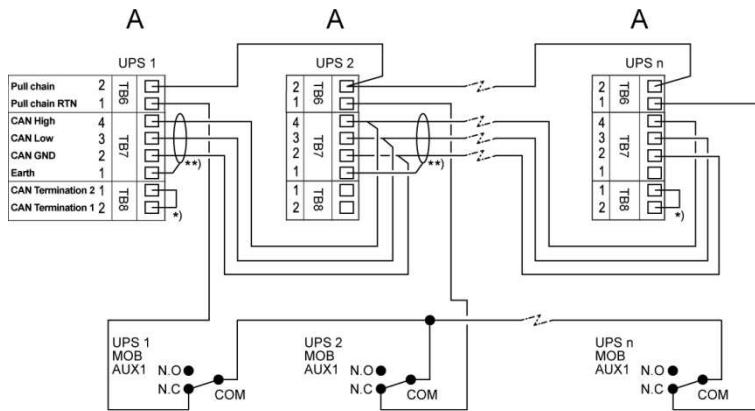
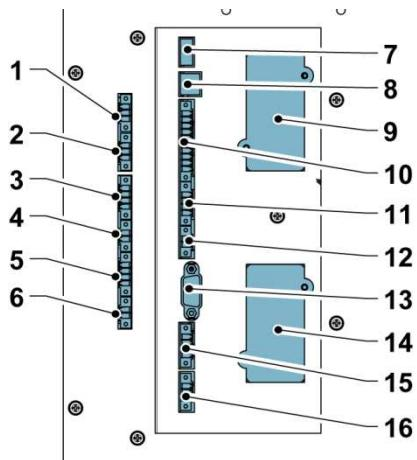

Рисунок 21. Проводка для сети CAN и параллельного монтажа для системы ИБП с параллельным подключением и выходными выключателями модулей
Рисунок 23. Интерфейсы связи ИБП Eaton 93PS 8-20 кВт
2. Клеммные блоки TB6, TB7 и TB8 предназначены для подключения внешних управляющих сигналов (см. Рисунок 21 и Рисунок 23).